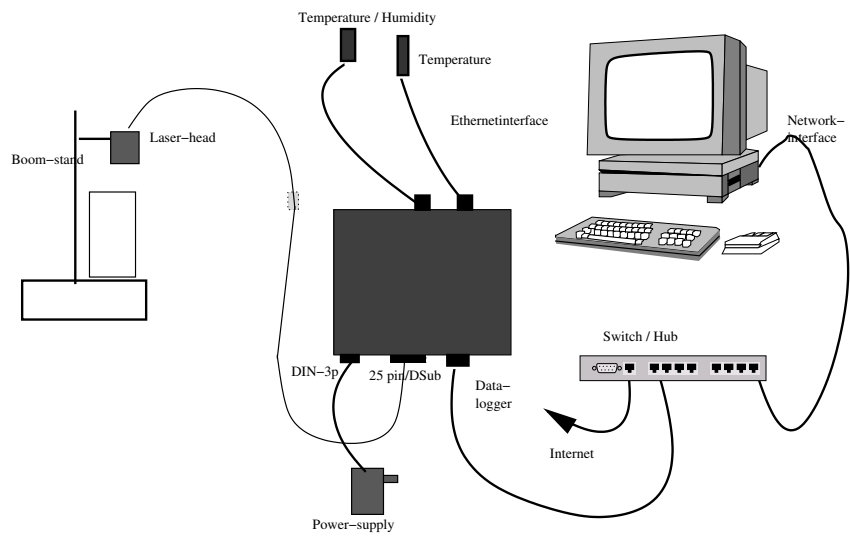

Abbildung 4: Verdrahtung Schwindkegel
- Schließen Sie nun den Laserkopf an dem Datenlogger an (siehe Bild 4).
Abbildung 4 zeigt die prinzipielle Verdrahtung.